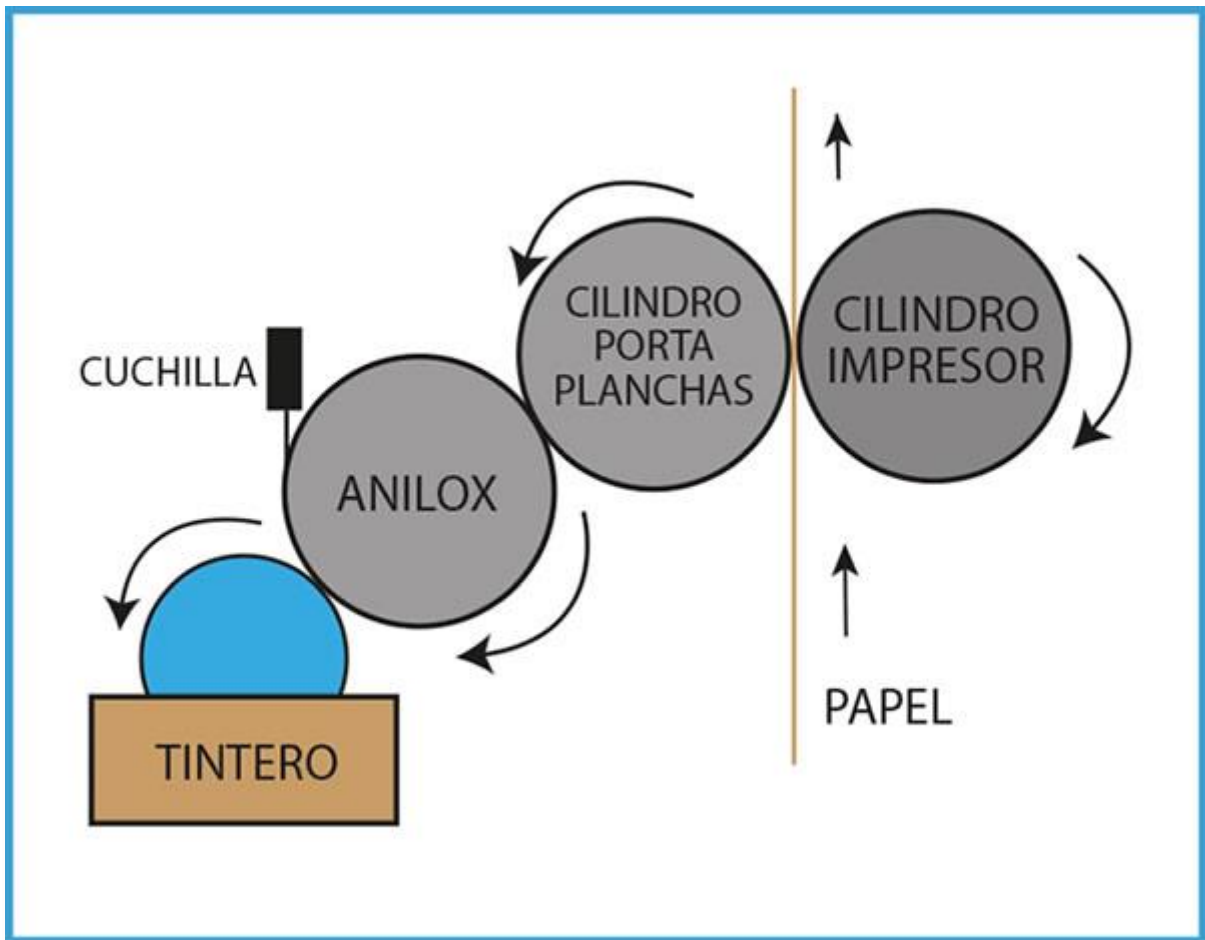

Figura 1
5. **Los grupos impresores** formados por los tinteros y el rodillo anilox, encargados de proporcionar la tinta (*Ver Figura 1*).